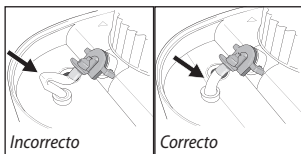

Fig. 6
9. Controle que la boquilla y el tubo de succión estén en su lugar y que el tubo de succión no esté curvado, Fig. 6. Vuelva a colocar la tapa superior en el cuerpo de la unidad.